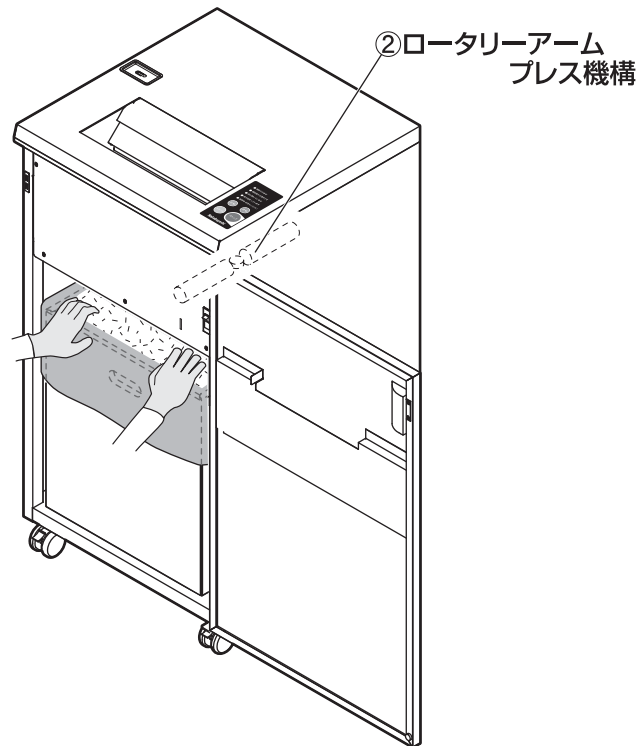

図7 細断紙片の押し下げ
- 1.扉⑧を開けて電源スイッチ①の下側を押して電源を切ってください。
- 2.チップボックス⑬上部の細断紙片を、手で押し下げてください。 **図7 参照**
- 3.チップボックス⑬を引き出し、細断紙片を処理してください。 **P12『細断紙片の処理方法』参照**
- 4.電源スイッチ①の上側を押して電源を入れて、扉⑧を閉めてください。